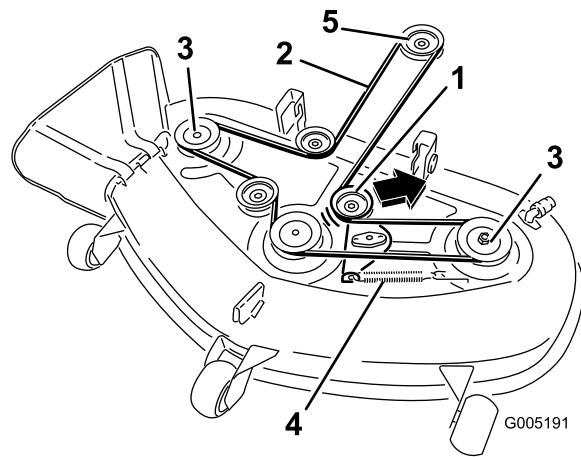

Figura 54
- Tire de la polea tensora en el sentido que muestra la Figura 54 y retire la correa de las poleas.
- Pase la correa nueva alrededor de las poleas del motor y del cortacésped (Figura 54).
- Tire de la polea tensora en el sentido que muestra la Figura 54 y pase la correa por la polea tensora (Figura 54).